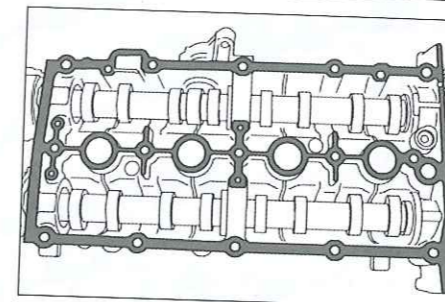

Fig. 67
- Aplicar una capa delgada y regular de producto de estanqueidad sobre el cárter de ejes de levas. (Fig.67)